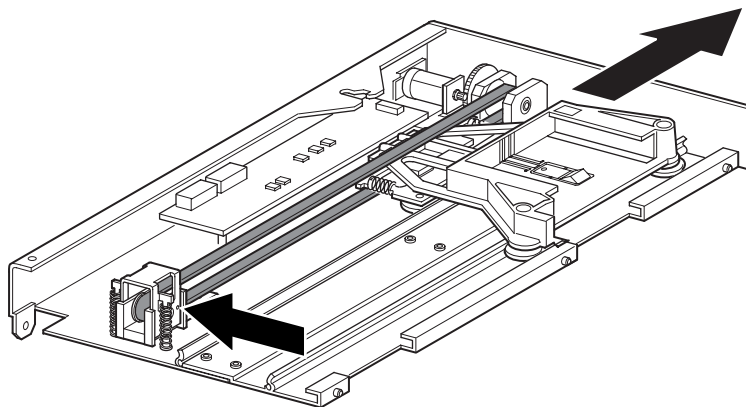

Figura 2-14: Posizione del carrello elevatore dei supporti
2. Far scorrere il carrello elevatore dei supporti verso la parte superiore dell'unità PTM di base (vedere la Figura 2-14). Notare che sulla parte superiore dell'unità PTM di base è presente la trasmissione.
4. Posizionare il carrello elevatore dei supporti sull'apertura di accesso al blocco cinghia (vedere la Figura 2-14).